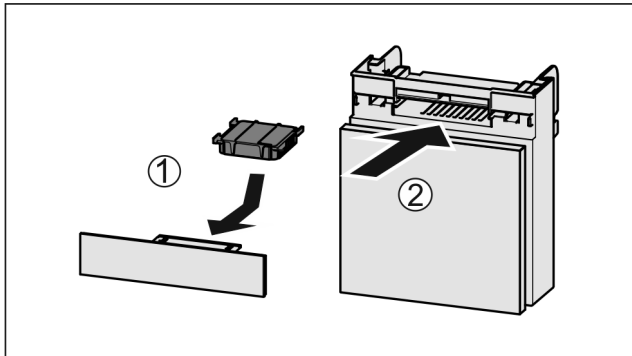

Fig. 43
- ▶ Установите фильтр с активированным углем, как показано на рисунке Fig. 43 (1).
- ▶ Вставьте отделение Fig. 43 (2).